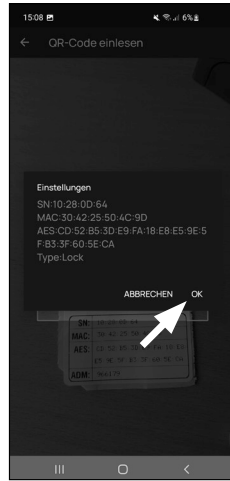

Abb. 5
- Daraufhin erscheint eine Meldung mit Daten zu Ihrem Zylinder, bestätigen Sie diese rechts unten mit „OK“ (Abb. 5).